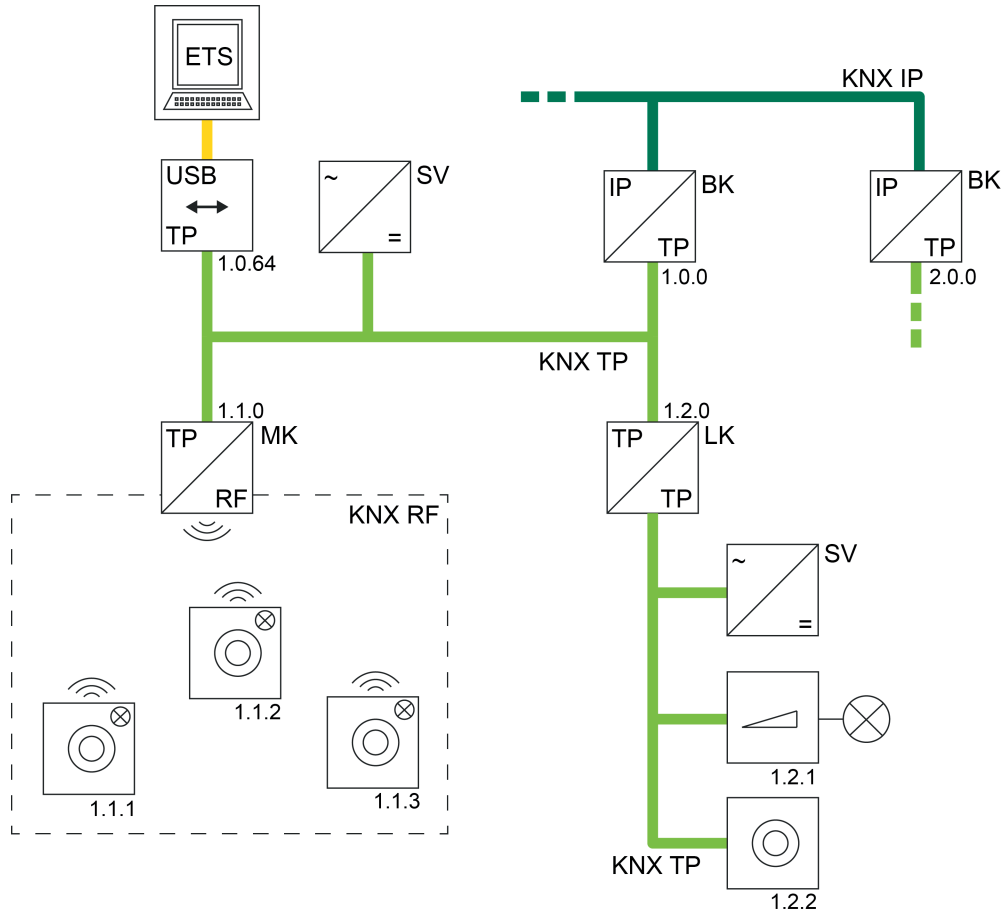

Bild 42: Beispiel einer möglichen KNX-Topologie mit einer KNX TP USB-Datenschnittstelle
- Verwendung einer KNX TP USB-Datenschnittstelle (Bild 42):